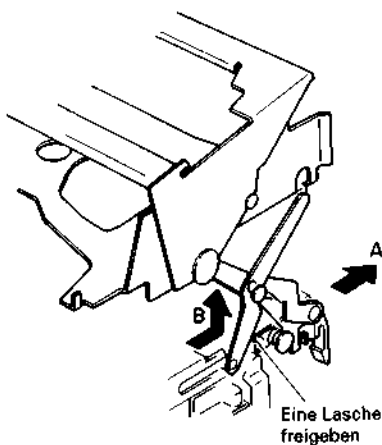

Abb. 2.46 Ausbau des Kassettenhalters
7. Die zwei (2) Laschen freigeben (siehe Abb. 2.46, 2.47).
8. Den vorderen Arm in Pfeilrichtung (A) bewegen.
9. Den hinteren Arm in Pfeilrichtung (B) bewegen.